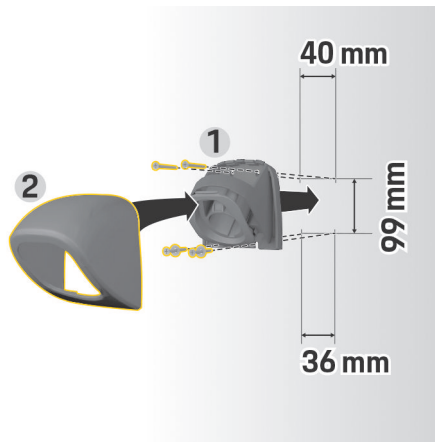

Bild 162 Borrmått
1. Ta ut kontakthållaren 1 (Bild 162) ur skyddet 2 (Bild 162).
4. Skruva fast kontakthållaren 1 (Bild 162) på väggen.
5. Trä på skyddet 2 (Bild 162) på kontakthållaren 1 (Bild 162) nedifrån och tryck det uppåt.